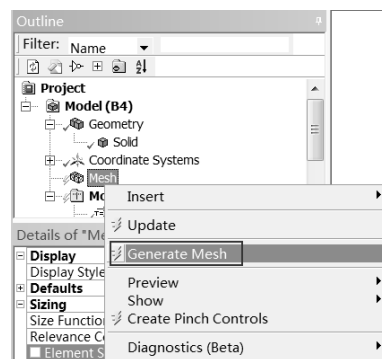
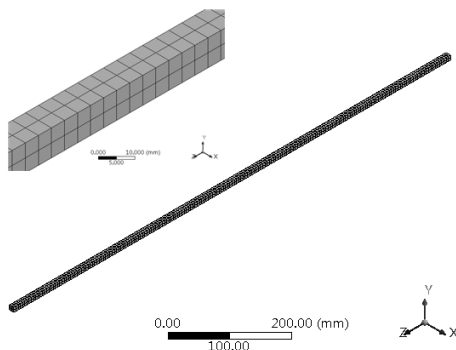

图 9-19 划分网格
图 9-20 网格效果
Step4: 在 Outline (分析树) 中的 Mesh 选项上右击, 在弹出的快捷菜单中选择 Generate Mesh 命令 (图 9-19), 此时进度显示条, 表示网格正在划分, 当网格划分完成后, 进度条自动消失。最终的网格效果如图 9-20 所示。